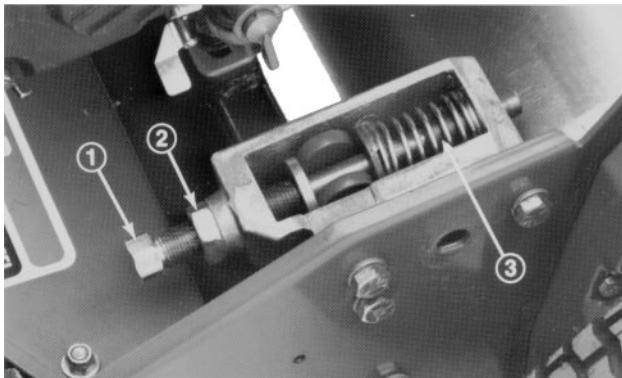
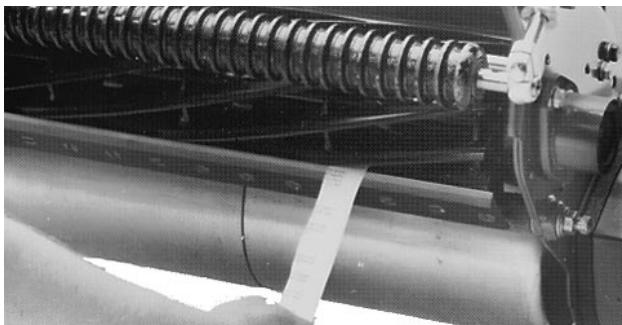

Bild 4
Bild 5
- Die vier Rollenlagerschrauben sowie die Schraube lockern, mit der die Mitläuferscheibe abgesichert ist. Die rechte Seite der Rollengruppe soweit anheben oder absenken, bis sich der Abstand auf weniger als 0,25 mm reduziert. Die Rollenlagerschrauben festziehen. Die Riemenspannung einstellen und die Befestigungsschraube der Mitläuferscheibe festziehen (Bild 4).
- Die Maschine auf einer flachen, ebenen Fläche aufstellen. Sicherstellen, daß kein Kontakt zwischen Untermesser und Spindelmesser entsteht, indem die Klemmmuttern auf den Untermessereinstellschrauben gelockert und die Einstellschrauben im Gegenuhrzeigersinn gedreht werden (Bild 4).
3. An einer Seite der Spindel einen langen Streifen Zeitungspapier von vorne zwischen Spindel und Untermesser einführen (Bild 5). Während die Spindel langsam vorwärts gedreht wird, die Untermessereinstellschrauben (an der gleichen Spindelseite) um jeweils eine Flachstelle drehen, bis das Papier leicht gekniffen wird, wenn es von vorne, parallel zum Untermesser, eingeführt wird, was zu geringem Widerstand führt, wenn am Papier gezogen wird (Bild 4).
5. Nach der Einstellung kontrollieren, ob die Spindel das Papier kneifen kann, wenn es von vorne einge führt wird und das Papier schneidet, wenn es im rechten Winkel zum Untermesser eingeführt wird (Bild 5). Die Möglichkeit muß bestehen, Papier mit minimalem Kontakt zwischen Untermesser und den Spindelmessern zu schneiden. Wenn zu hoher Spindelwiderstand spürbar ist, muß die Mähspindel entweder geschärft oder geschliffen werden, um die für den Präzisionsschnitt erforderlichen Schärfe der Schnittkanten zu realisieren (siehe Toro Handbuch zum Schärfen und Schleifen).
WARNUNG: Beim Entfernen der Untermesserleiste mit Vorsicht vorgehen, da die Federn der Einstellschrauben (Bild 4) gespannt sind und plötzlich abspringen können.